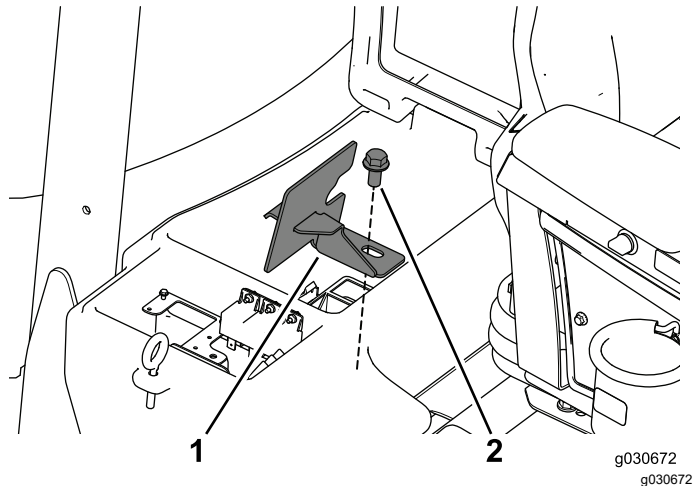

Figure 6
5. Déposez le boulon et l'étrier de fixation de la batterie, et mettez-les de côté (Figure 6).